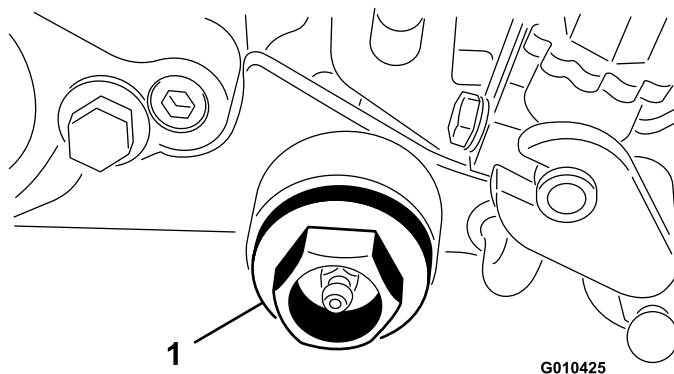

Figura 11
14. Enrosque el tapón en la carcasa del acondicionador (Figura 11).